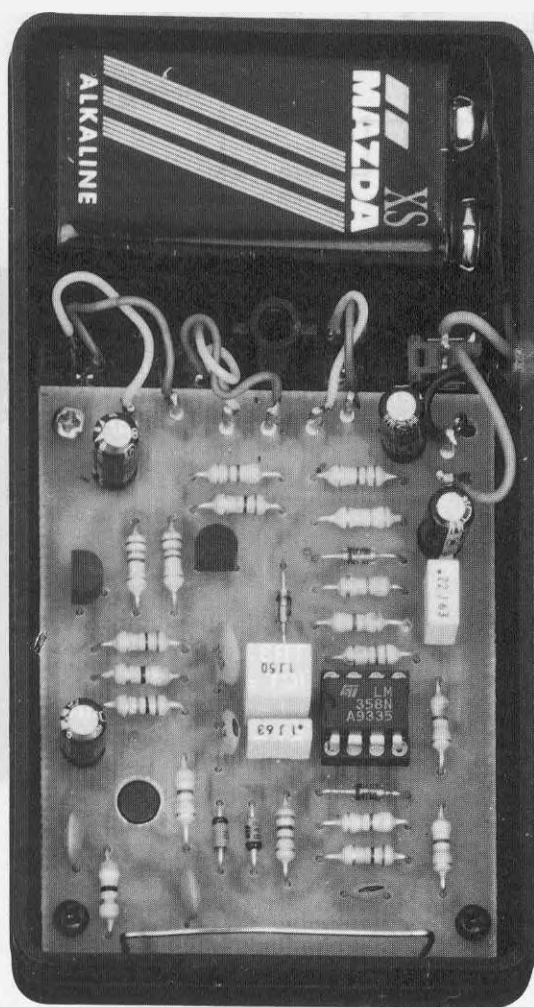

Fig.1 Foto sensibilmente ingrandita del progetto già inserito all'interno del suo mobile. In basso il filo ad U della spira captatrice.
Con del filo isolato di plastica abbiamo eseguito un semplice **impianto elettrico** (vedi fig.1) e per fissare le estremità del cordone di rete per i **220 volt** abbiamo usato due mammuth.
**Fig.1** Su una piccola tavoletta in legno delle dimensioni di 12 x 47 cm abbiamo fissato a sinistra il reattore e a destra lo starter. Assieme alla lampada forniamo anche i due portalampana miniatura che fisserete con viti in legno sulla tavoletta alla distanza richiesta. Nel disegno si nota chiaramente come dovete effettuare il semplice schema elettrico.